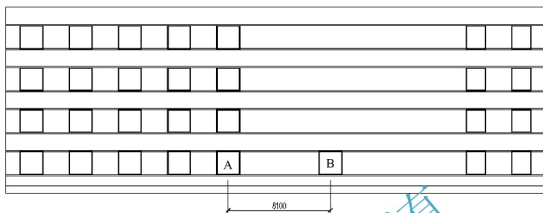

图 4.14 复制生成⑦～⑧轴线之间 1 层的窗洞口
(1) 启动【复制】命令 (快捷键 CO)。
① 在 **选择对象**: 提示下, 选择⑤~⑥轴线之间首层的窗洞口 A 并按 Enter 键进入下一步命令。
② 在 **指定基点或 [位移(D)] <位移>**: 提示下, 在屏幕上任意单击一点作为复制基
点。打开【正交】功能并将光标缓缓向右拖动，输入“8100”（ $8100=4200+3900$ ）后按 Enter 键结束命令，如图 4.14 所示，这样就复制生成⑦～⑧轴线之间首层的窗洞口 B。